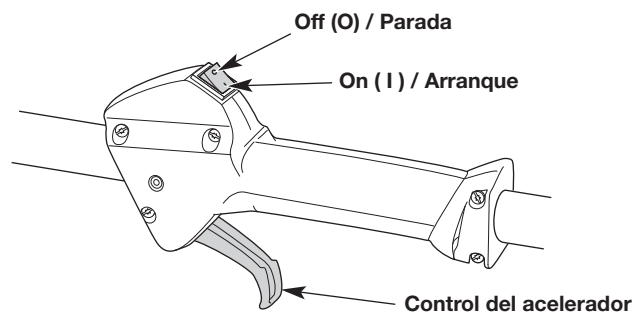

Fig. 9
NOTA: No es necesario encender la unidad. El interruptor de encendido/apagado está en la posición ON (1) (encendido) en todo momento (Fig. 9).
5. Apriete y mantenga oprimido el control del acelerador (Fig. 9).
2. Oprima y mantenga apretado el interruptor de encendido/apagado en la posición OFF (0) (apagado) hasta que el motor se pare por completo (Fig. 9).
6. Apriete y mantenga oprimido el control del acelerador (Fig. 9).
2. Oprima y mantenga apretado el interruptor de encendido/apagado en la posición OFF (O) (apagado) hasta que el motor se pare por completo (Fig. 9).